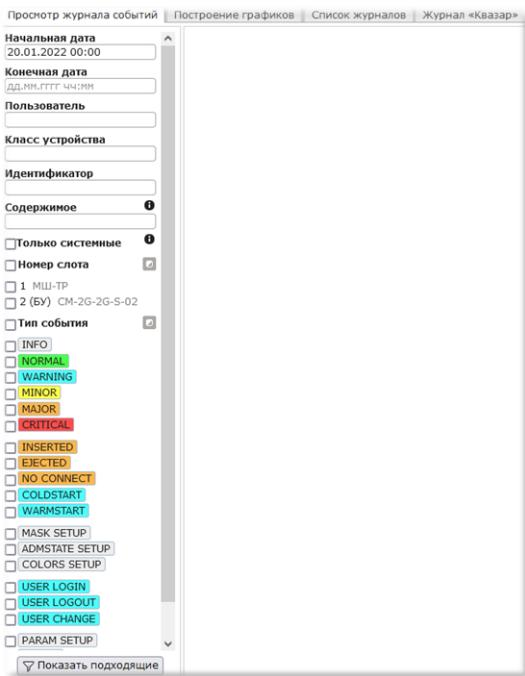

Рисунок 40 – Вид вкладки [Журнал] в СУ
- в главном окне СУ (см. Рисунок 18) выбрать вкладку [Журнал] (см. Рисунок 40);